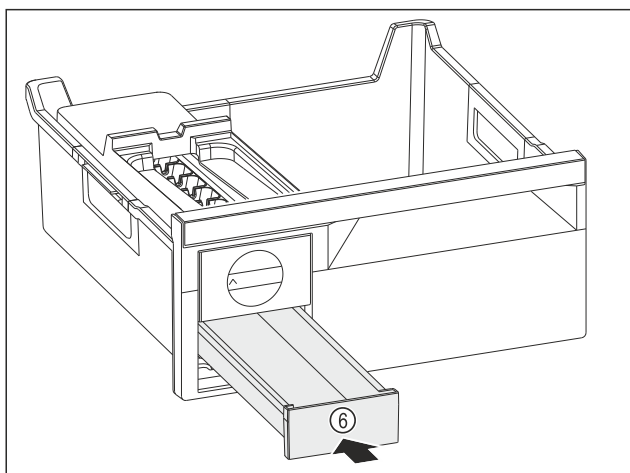

Fig. 202
- Zásuvku na kostky ledu Fig. 202 (6) zasuněte.